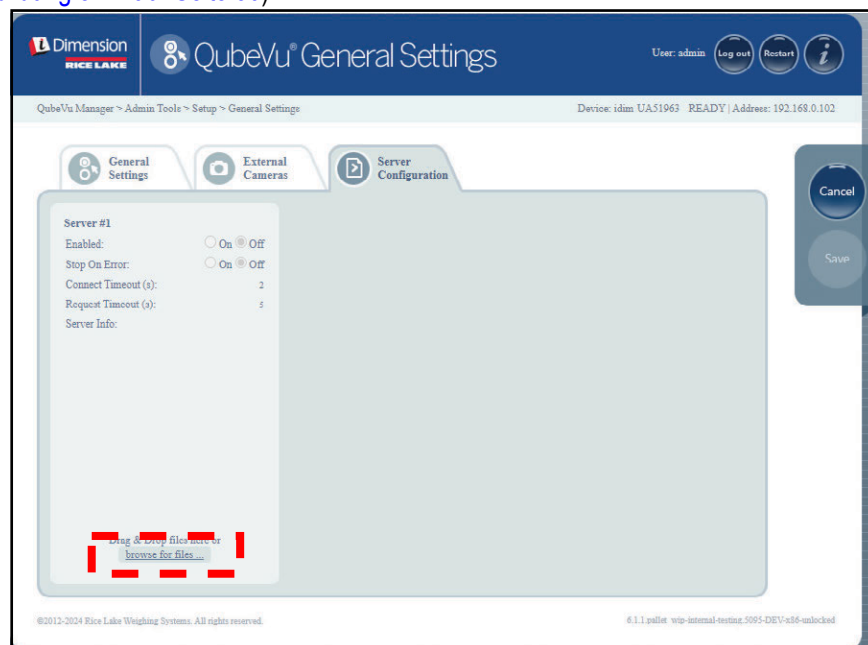

Abbildung 5-11. Registerkarte „Server Configuration“ (Server-Konfiguration)
- Wählen Sie **browse for files... (Nach Dateien suchen...)**, um eine Server-Konfigurationsdatei auszuwählen (siehe Abbildung 5-11 auf Seite 30).